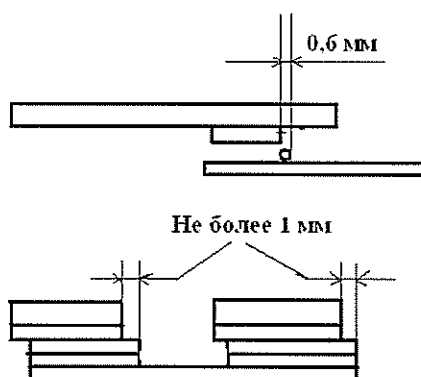

Рис.4
- смещение рабочих (серебряных) контактов в направлении перпендикулярном сердечнику не более 1,0 мм (рис.4);
- выход круглого контакта за пределы плоского до 0,5 мм (рис.4);